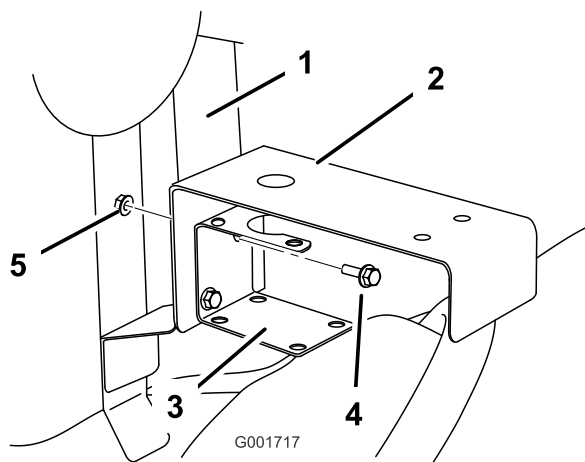

Figura 9
- Installate la staffa della valvola di regolazione tra la staffa del raccordo a T e il telaio di montaggio (Figura 9) utilizzando i dispositivi di fissaggio precedentemente rimossi.